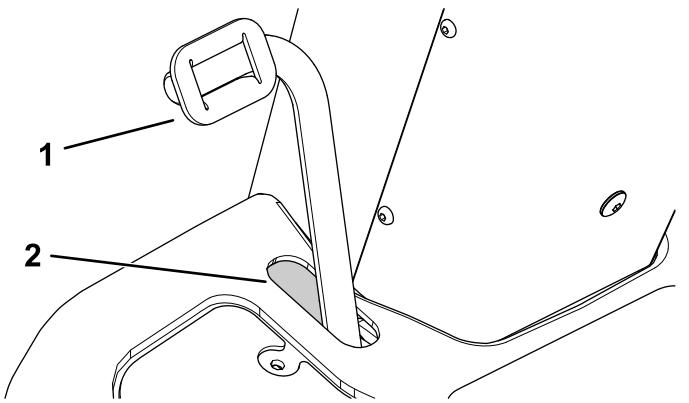

Figura 86
1. Spingete verso il basso il pedale del freno per verificare che vi sia uno spazio sufficiente all'estremità anteriore della scanalatura (**Figura 86**).